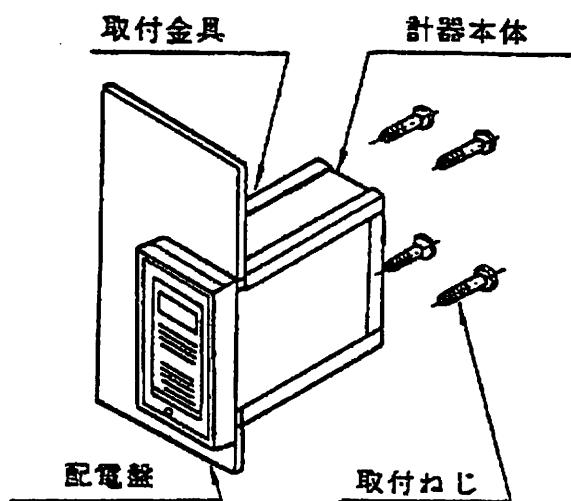

図3
(図3取付方法参照)
(2) 取付方法(図3)および接続図(図4)